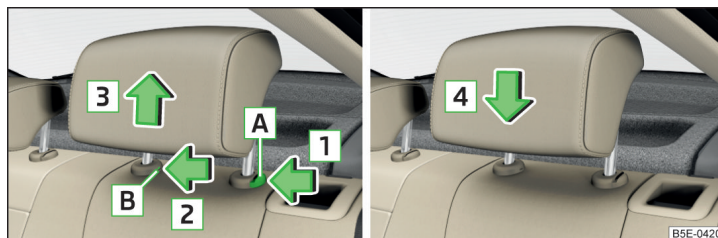

Fig. 93 Extraer / introducir el reposacabezas
- Mantener la tecla de seguridad **A** en el sentido de la flecha **1**. Al mismo tiempo presionar con un destornillador de pala (con un ancho de máx. 5 mm) la tecla de seguridad en la apertura **B** en el sentido de la flecha **2** y retirar el soporte en el sentido de la flecha **3** » fig. 93.